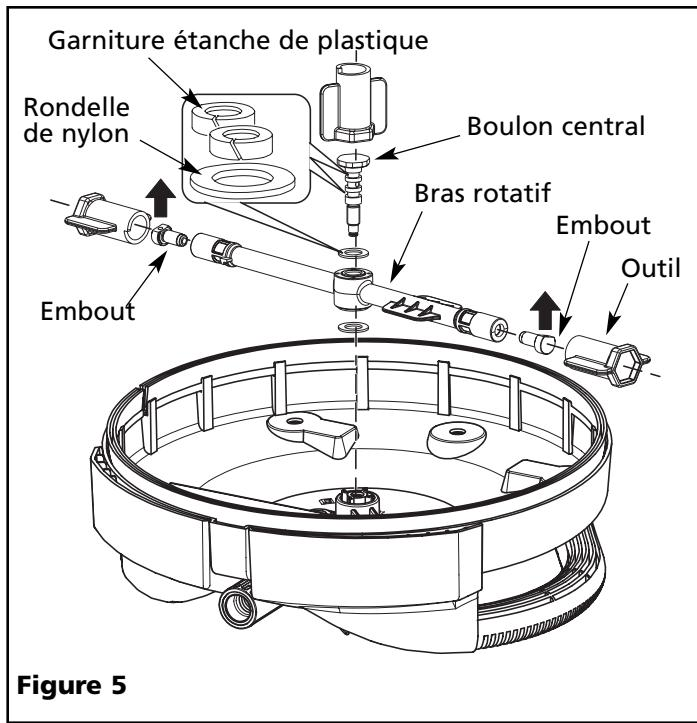

Figure 5
**REMARQUE :** Après une utilisation répétée ou des dommages, remplacer les garnitures étanches de plastique et la rondelle de nylon au besoin (voir la figure 5). Une fourniture supplémentaire a été incluse pour votre commodité.
1. Utiliser l'outil fourni et retirer le boulon central et le bras rotatif tel qu'illustré sous la figure 5.
2. Utiliser le même outil, retirer l'embout de chaque extrémité du bras rotatif tel qu'illustré sous la figure 5.
4. Replacer le bras rotatif et le boulon central. Resserrer le boulon central utilisant l'outil fourni, tel qu'illustré sous la figure 5.